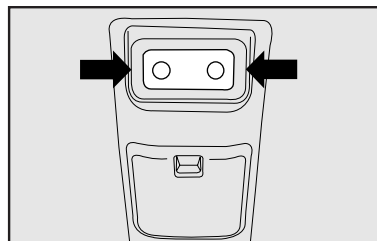

fig. 43
1) con un destornillador en el punto indicado por la flecha **fig. 43**, presionando ligeramente, saque el conjunto de luz interna montado a presión;